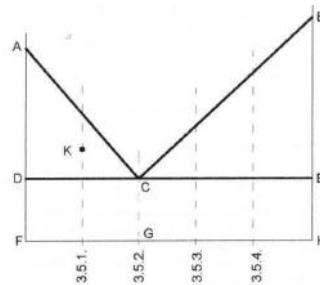

Рисунок 1 - Диаграмма состояния сплавов с эвтектикой
3. Какая линия диаграммы - солидус (рис. 1)?